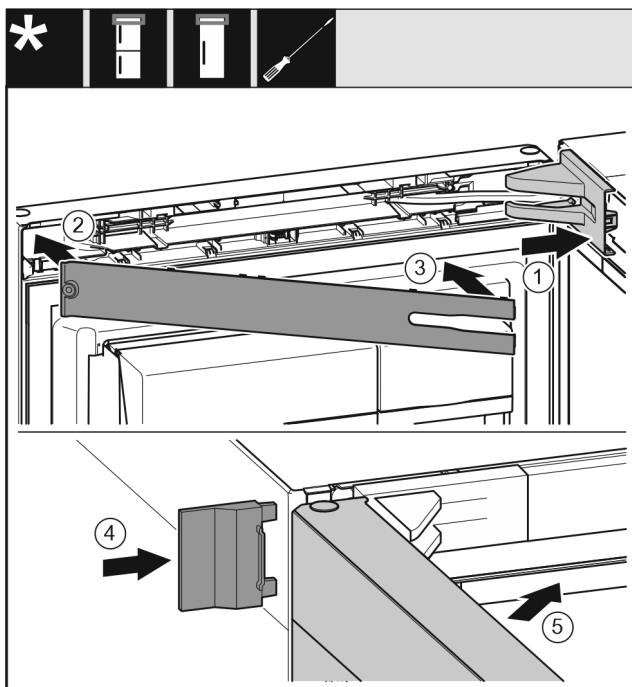

Fig. 51
- Afdekking van de lagerbus aanbrengen en vastklikken, en indien nodig, voorzichtig uit elkaar drukken. Fig. 51 (1)
- Paneel aanbrengen. Fig. 51 (2)
- Paneel naar binnen draaien en vastklikken. Fig. 51 (3)
- Buitenste afdekking erop schuiven. Fig. 51 (4)
- Bovenste deur sluiten. Fig. 51 (5)